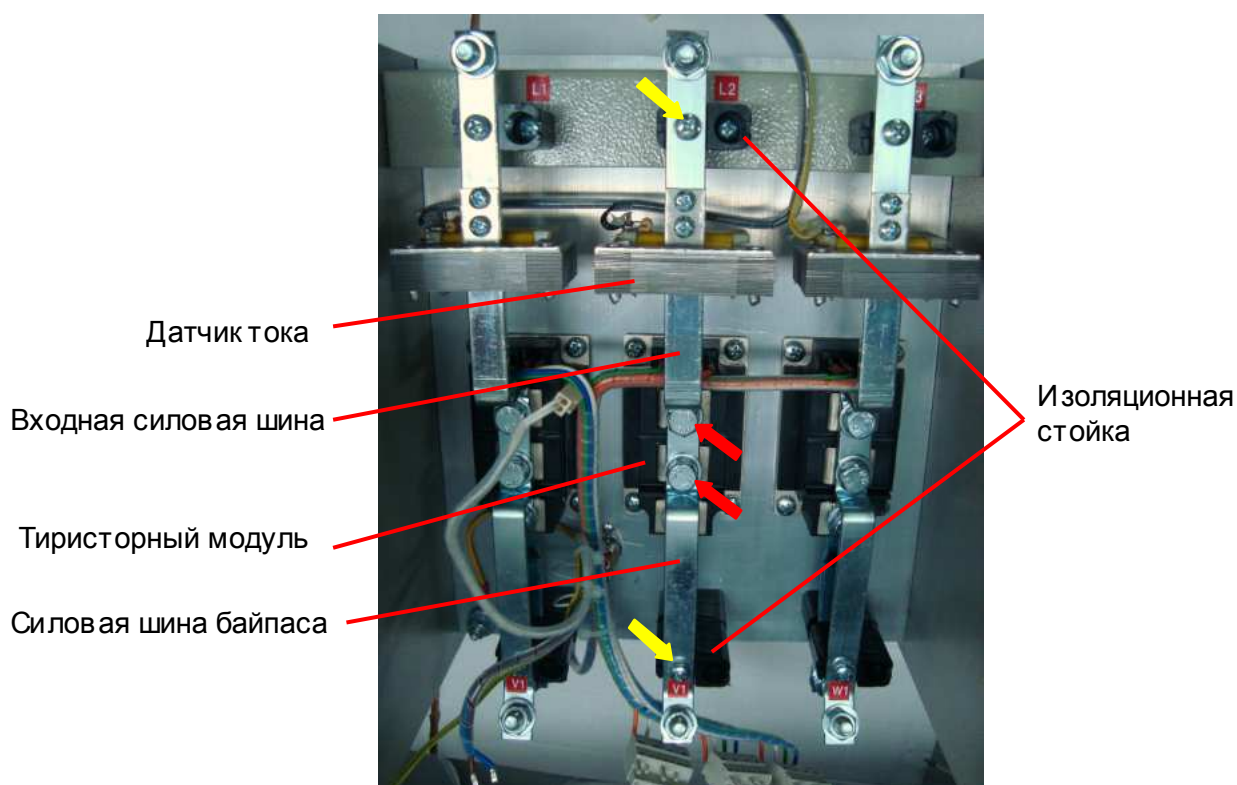

Рис. 7.13
7.5.3. Расположить входную силовую шину с установленным датчиком тока и шину байпаса в соответствии с рис. 7.13.
7.5.4. Вкрутить два винта крепления силовых шин к изоляционным стойкам (рис. 7.13, желтые стрелки).
7.5.5. Вкрутить два болта крепления силовых шин к тиристорному модулю (рис. 7.13, красные стрелки).